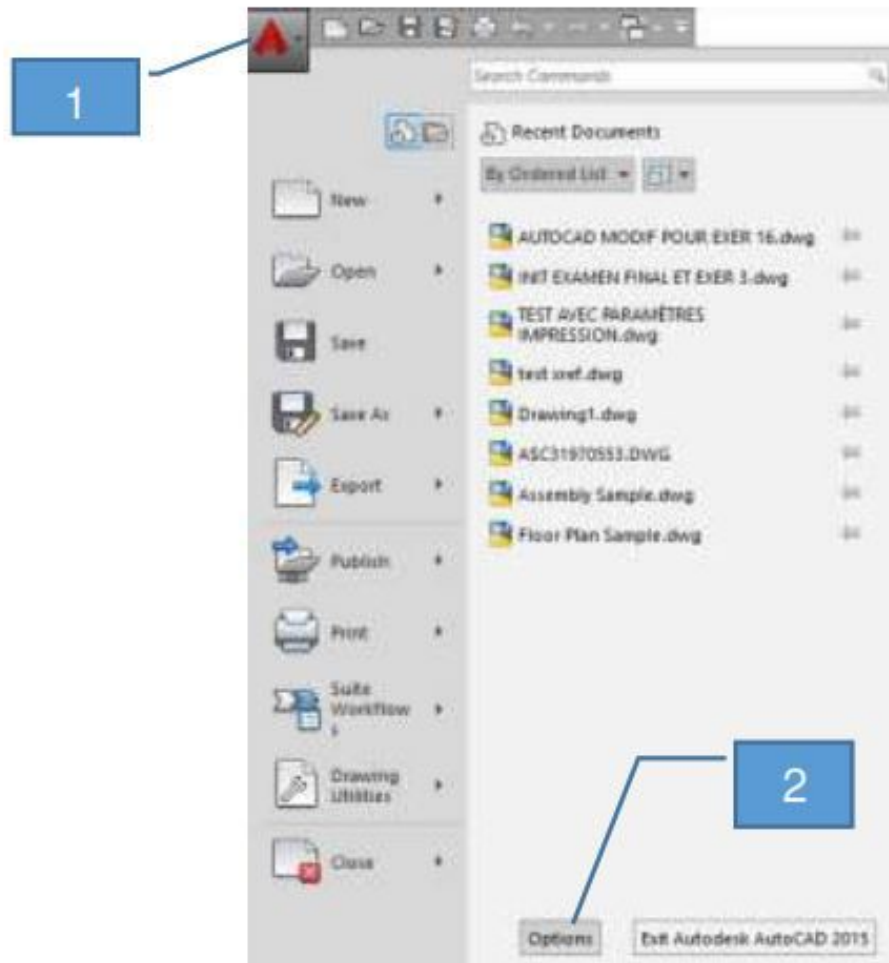

Fig. II-3
Ou en cliquant sur l'accès au menu de l'application (1) et par la suite sur 'Options' (2) (Fig. II-3).